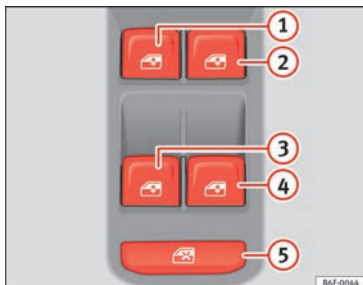

Fig. 146 Detalle de la puerta del conductor: mandos para las ventanillas delanteras y traseras (vehículo con elevallas eléctricas anteriores y posteriores).
Mediante el mando de seguridad » » » **fig. 146 5** de la puerta del conductor puede desactivar las teclas de los elevallas de las puertas traseras.
Las teclas » fig. 146 ①, ②, ③ y ④ tienen dos posiciones para la apertura de las ventanillas y otras dos para el cierre. De este modo es más fácil controlar las operaciones de apertura y cierre.